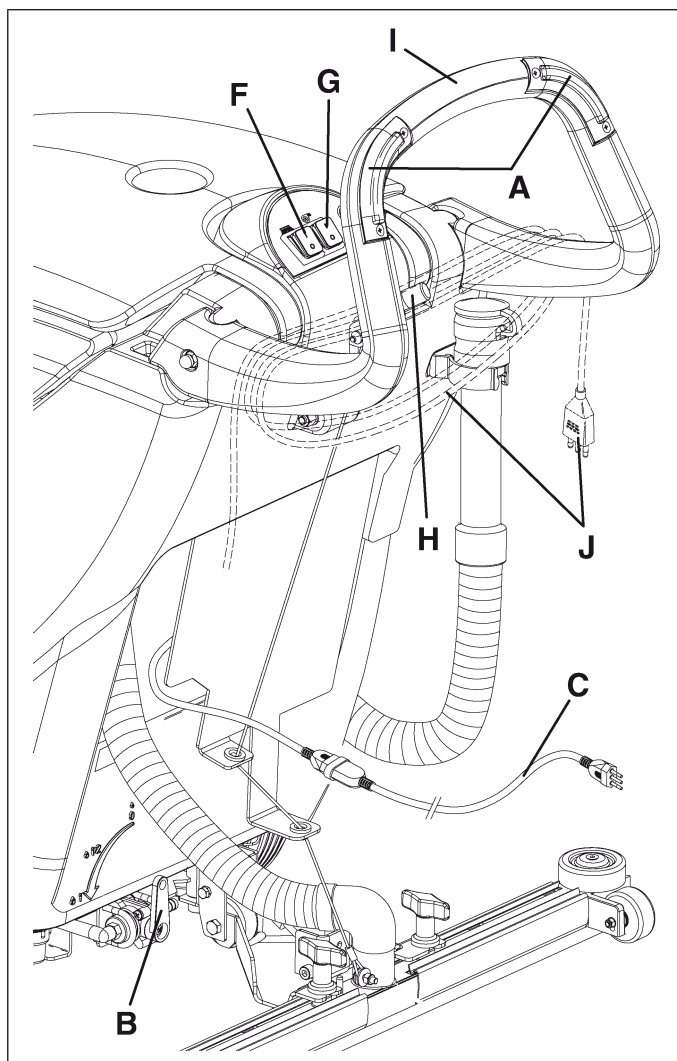

Figure 10
2. Teniendo ambas las manos sobre el manillar (I, Fig. 10), maniobrar la máquina y empezar el trabajo de lavado/secamiento del suelo.
*Para evitar que el suelo se dañe: no utilizar el cepillo/filtro en seco cuando la máquina está parada, para la rotación del cepillo soltando los interruptores (A, Fig. 10).*
*Antes de levantar el cepillo/filtro, parar su rotación soltando los interruptores (A, Fig. 10).*
3. Si necesario, cambiar la cantidad de solución detergente que llega al cepillo/filtro mediante la palanca (B, Fig. 10).
1. Poner los interruptores de rotación del cepillo y de aspiración (F y G, Fig. 10) en posición "0".
2. Desconectar el enchufe del cable de alimentación (C, Fig. 10) de la red eléctrica. Envolver el cable de alimentación alrededor del manillar, en posición (J).
3. Levantar la boquilla girando completamente la palanca (H, Fig. 10) hacia arriba.